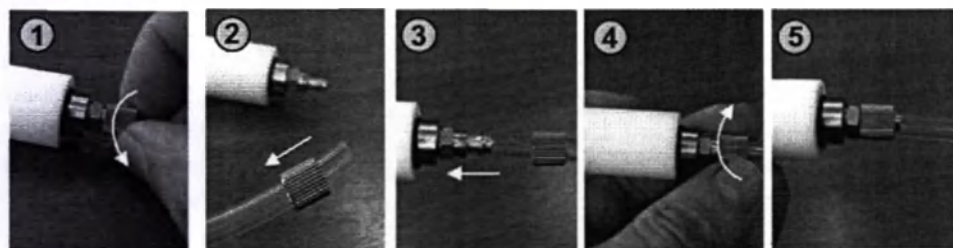

Рис. 11. Соединение гибкой трубки для подачи рабочего раствора
Для соединения инструмента с гибкой трубкой необходимо отвернуть накидную гайку и надеть ее на трубку. Затем надеть конец трубки на штуцер инструмента и навернуть накидную гайку до упора Рис. 11.
6.4. Взять из комплекта рабочий инструмент и, подсоединив к его штуцеру гибкую трубку (Рис. 11) соединить свободный конец этой трубки со штуцером «ВЫХОД» внизу на передней панели аппарата (Рис. 5).